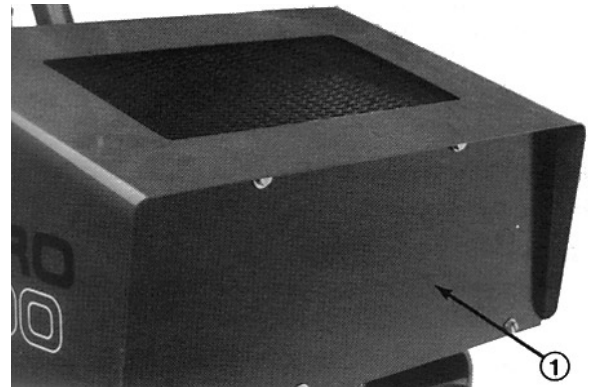

Bild 10
SCHMIEREN (Bild 10)
1. Die (5) Schrauben entfernen, mit denen das vordere Abdeckblech am Rahmen abgesichert ist (Bild 10). Den Schmiernippel durch die Öffnung im Rahmen ausfindig machen.